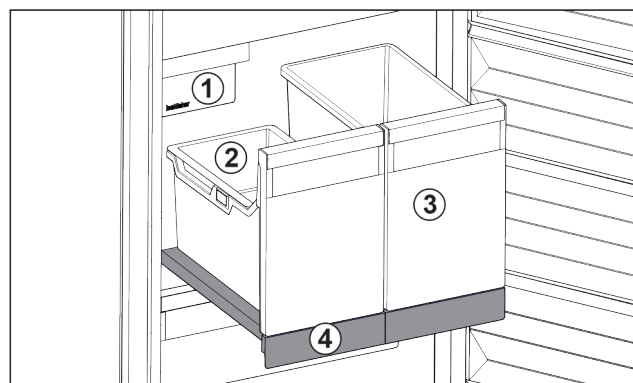

Fig. 116 Vysouvací přihrádka s IceTower
Na vysouvací přihrádce jsou dvě vysoké nádoby (IceTower). V nádobě Fig. 116 (2) se shromažďují a skladují kostky ledu z IceMaker. Nádoba Fig. 116 (3) se hodí pro skladování vysokých potravin jako pizzy nebo alkoholické nápoje.